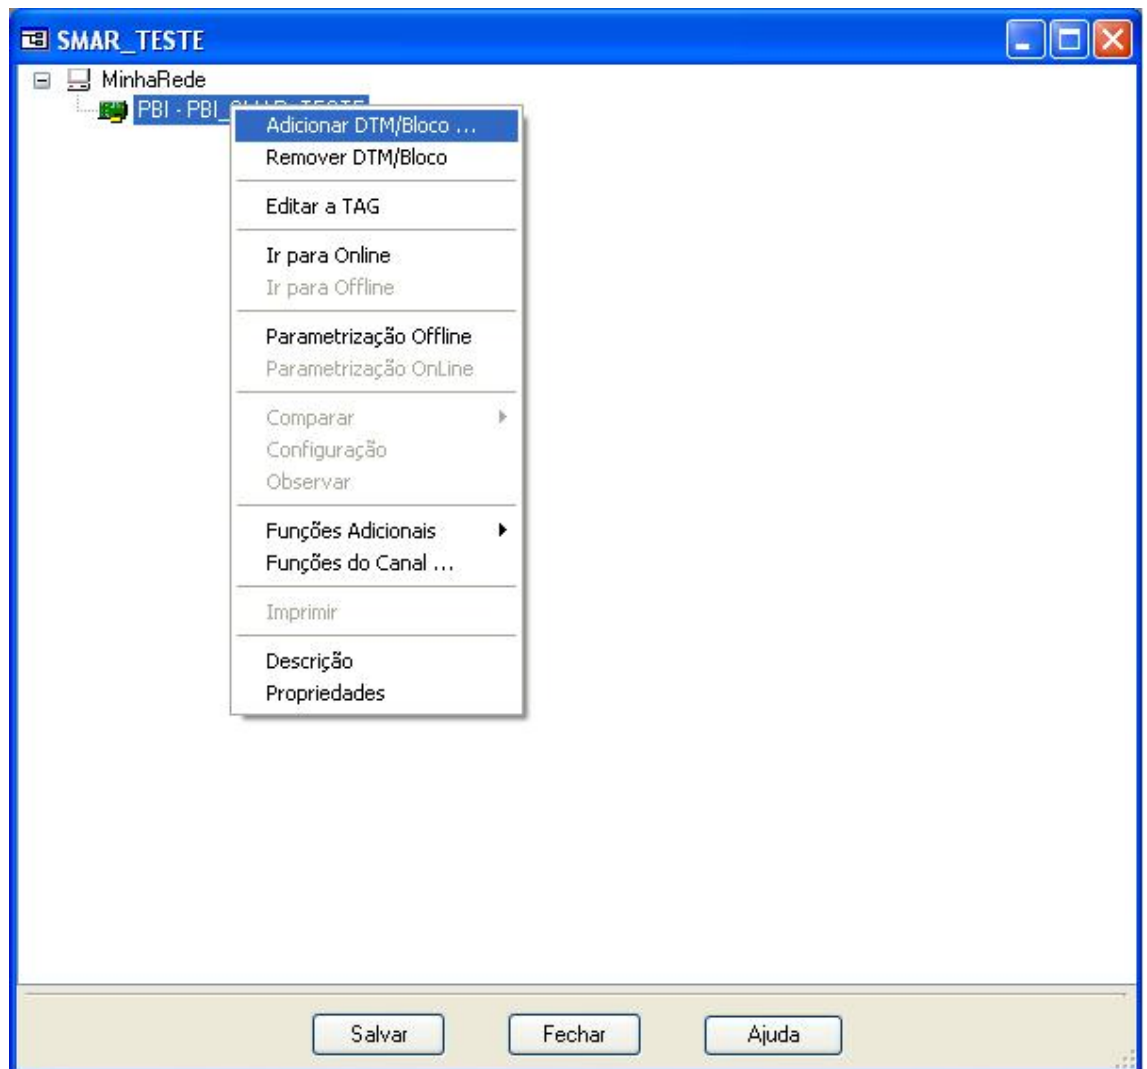

Figura 2.8 - Configuração del AssetView STANDALONE
6) Al crearse el TAG como interfaz, esta aparecerá por debajo de “MinhaRede”. El próximo paso es agregar el equipo a configurarse. Para eso, haga clic con el botón derecho del ratón en el PBI-PLUS y elija la opción “Adicionar DTM/Bloco...” Vea la Figura 2.8. En seguida, elija el equipo y haga clic en “OK”. Vea la Figura 2.8.